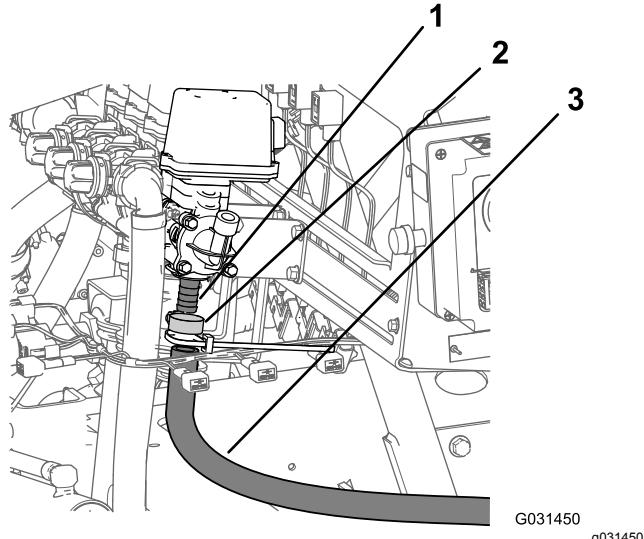

Bild 18
- Entfernen Sie die Schlauchklemme, mit der der Zulaufschlauch für die Schlauchtrommel am gezahnten Anschlussstück des Druckregelventils befestigt ist (Bild 18).
- Entfernen Sie den Zulaufschlauch vom Schlauchtrommelventil (Bild 18).